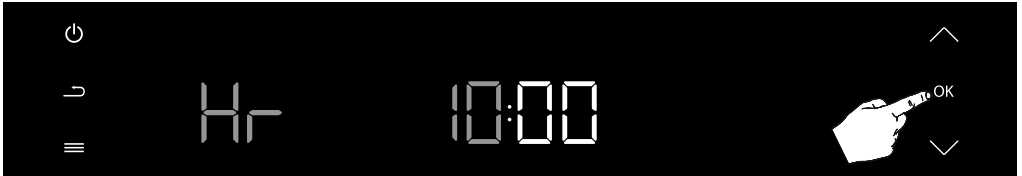

Abbildung 9
Nachdem Sie die Stunde eingestellt haben, drücken Sie die Bestätigungstaste (OK), um die Minuten einzustellen. (siehe Abbildung 9)